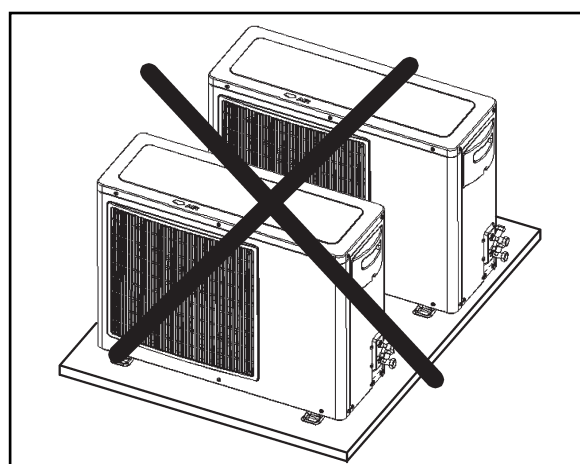

FIGURA 2 - EVITAR INSTALAÇÃO EM SEQUÊNCIA
- Jamais instalar as unidades condensadoras uma na frente da outra (figura 2).